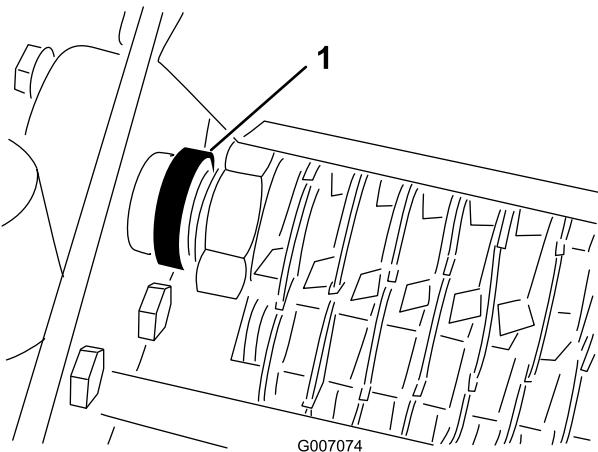

Figura 13
4. Retire los tornillos de fijación de los anillos de bloqueo de los cojinetes del cilindro (Figura 13).